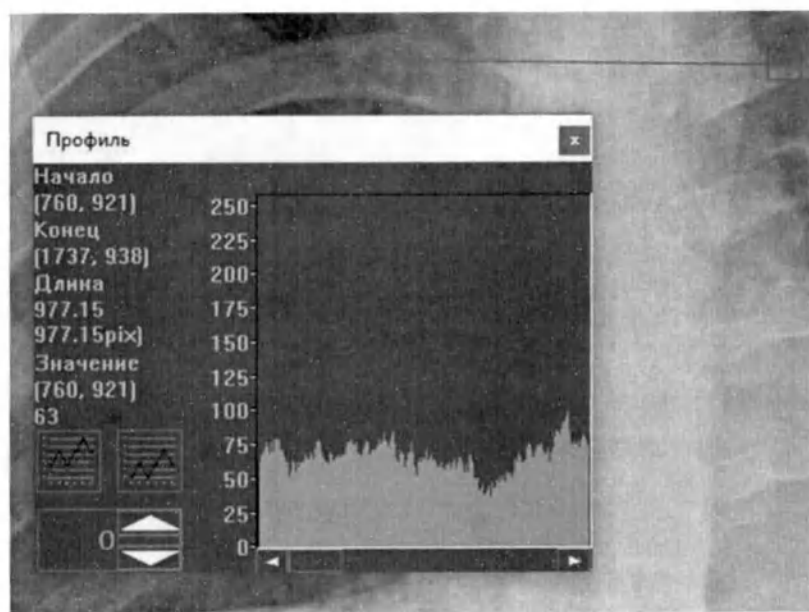

Рис. 97 Внешний вид окна "Профиль"
- На экране отобразится окно «Профиль» (Рис. 97 Внешний вид окна "Профиль")